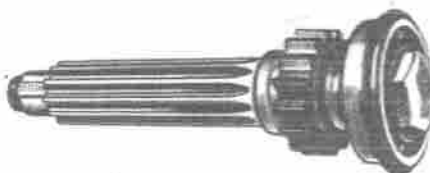

Bild 101. Vorgelegewelle, zusammengebaut
4. Anschlagring aufs Lager aufsetzen. Die zusammengebaute Vorgelegewelle ist in Bild 101 dargestellt.